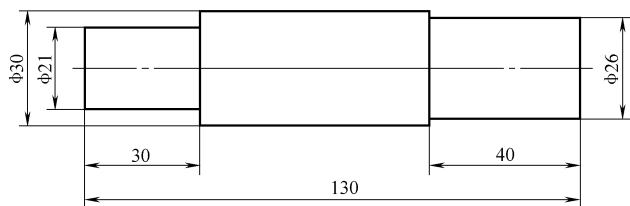

图 3-33 轴练习图 1
【例 3-5】 绘制如图 3-33 所示的图形。
3) 绘制 $\phi 26\text{mm}$ 的轴。在立即菜单中将【起始直径】和【终止直径】均设置为“26”，向右拖动光标，输入“40”后，按回车键，单击右键结束命令，操作结果如图 3-33。